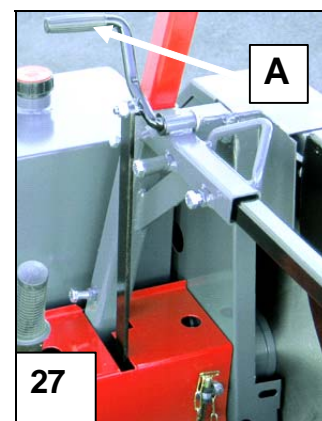

Fig. 27. Serrage et desserrage des courroies trapézoïdales
1. Desserrez les courroies trapézoïdales à l'aide de l'interrupteur d'arrêt d'urgence (Figure 27)